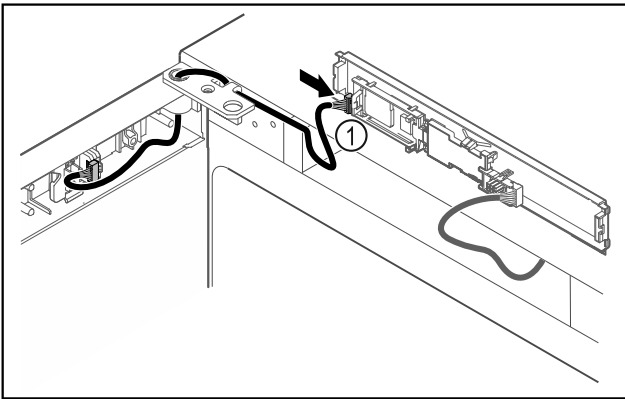

Fig. 44
- ▶ Встановити штекер Fig. 44 (1) на плиті.